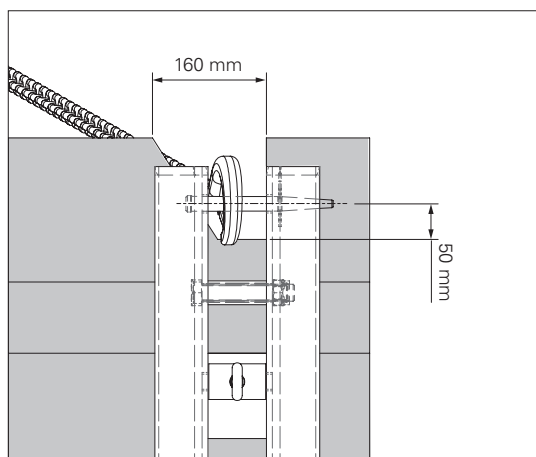

Fig. C4.01
4. Tagliare i pannelli di protezione nella zona dell'attrezzatura di sollevamento per evitare danni durante il sollevamento. (Fig. C4.01)